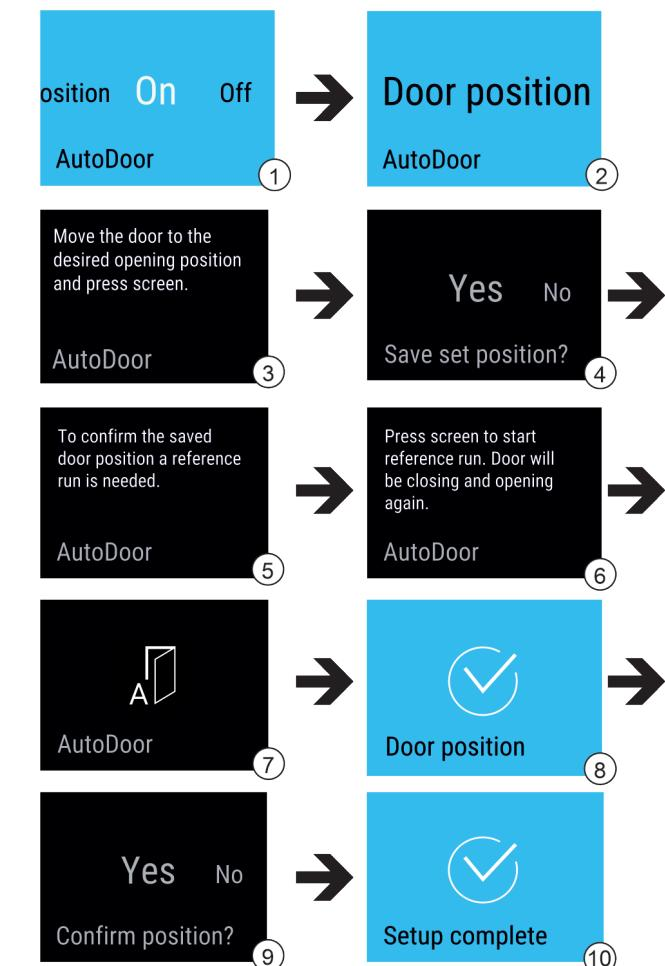

Fig. 17
- Выберите функцию AutoDoor. Fig. 17 (1)
- Смахивайте индикацию на дисплее, пока не появится Door position. Fig. 17 (2)
- Сконфигурируйте угол открытия двери: откройте дверь минимум на 70°. Fig. 17 (3)
- Подтвердите угол открытия двери: коснитесь сообщения на двери. Fig. 17 (4)
- Запустите возврат в исходное положение: коснитесь дисплея. Fig. 17 (6)
- ▷ Дисплей мигает. Fig. 17 (7)
- ▷ Возврат в исходное положение произведен успешно: Дисплей на 2 секунды становится синим. Fig. 17 (8)
- Подтвердите угол открытия двери. Fig. 17 (9)
- ▷ Дисплей станет синим. Fig. 17 (10)